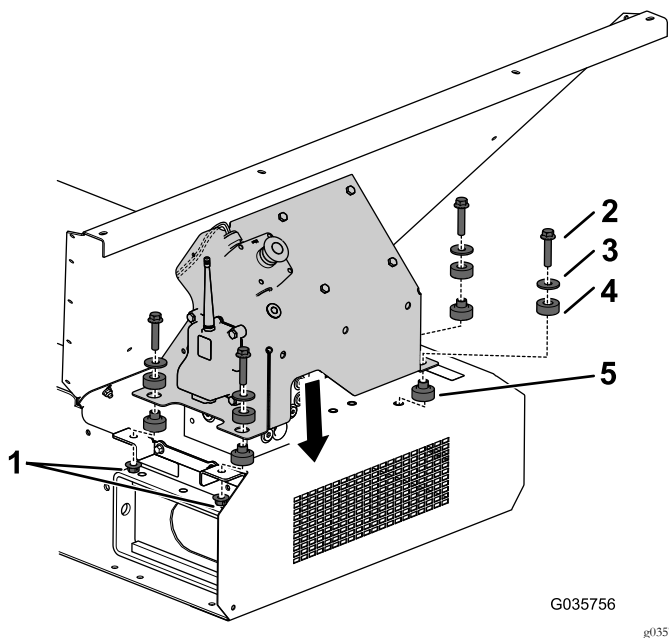

図 16
注 図 16に示すように、Eストップ接続部のコードがカバーアセンブリのスリットを通るようにしてください。
18. カバーを取り付けブラケットとすすぎガードに固定するボルト ($\frac{3}{8} \times \frac{3}{4}$ インチ) 本、硬化ワッシャ 4枚、ピースマウント個、ナット ($\frac{3}{8}$ インチ) 個を使用する 図 16を参照。